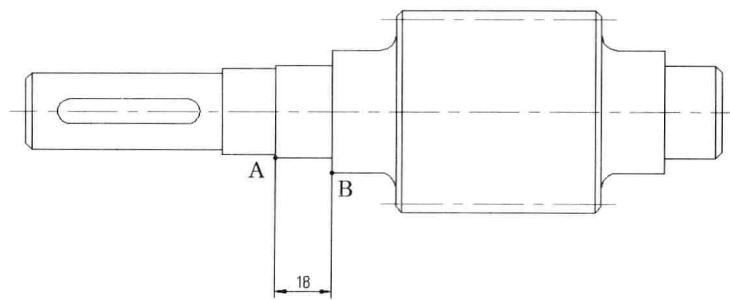

图 7-3-1
- (1) 双击素材文件“7-3-1.dwg”，打开齿轮轴平面图。
- (2) 单击“常用”选项卡，在注释面板中单击“线性”按钮 \square ，或者单击“注释”选项卡并在“标注”面板中单击“线性”按钮 \square 。也可以选择菜单命令“标注/线性”。
- (3) 命令行提示“指定第一条延伸线原点或<选择对象>”，捕捉并单击 A 点。
- (4) 命令行提示“指定第二条延伸线原点”，捕捉并单击 B 点。
- (5) 命令行提示“指定尺寸线位置或[多行文字 (M) / 文字 (T) / 角度 (A) / 水平 (H) / 垂直 (V) / 旋转 (R)]”，向下移动光标，在两点之间拉出标注线，单击一点，确定标注线的位置，线性标注创建完成，如图 7-3-1 所示。